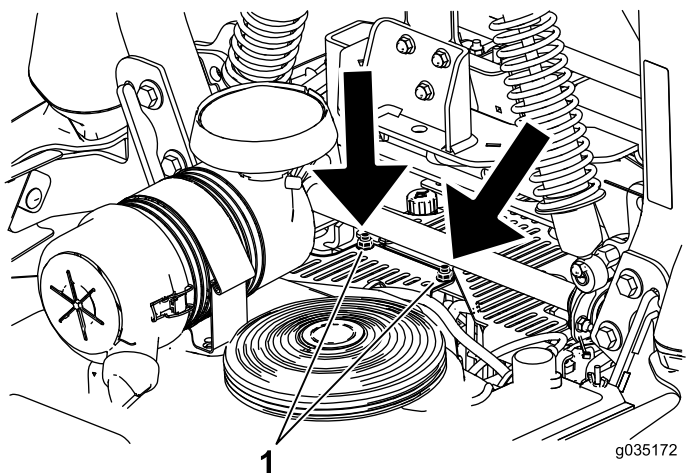

Figura 60
3. Rimuovete la copertura dell'unità idraulica togliendo i 2 dadi illustrati nella Figura 60.
5. Installate la copertura sinistra dell'unità idraulica (Figura 60).